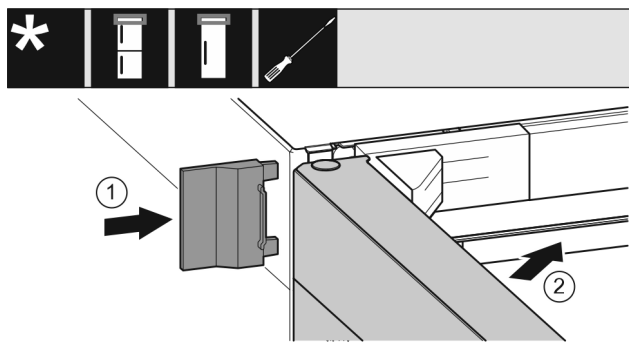

Fig. 24
- ▶ Nataknite vanjski poklopac Fig. 24 (1).
- ▶ Zatvorite gornja vrata Fig. 24 (2).